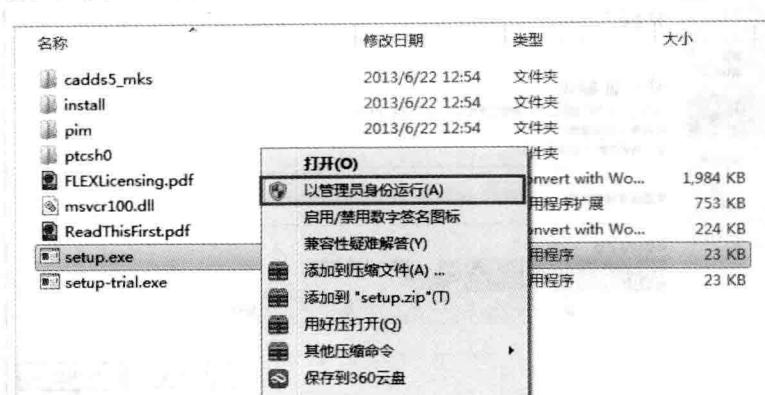

图 1-1 打开安装文件
- 1) 打开安装包文件夹“Creo 2.0 M010”，右击安装程序“setup.exe”文件，在弹出的快捷菜单中选择“以管理员身份运行”命令，如图 1-1 所示。